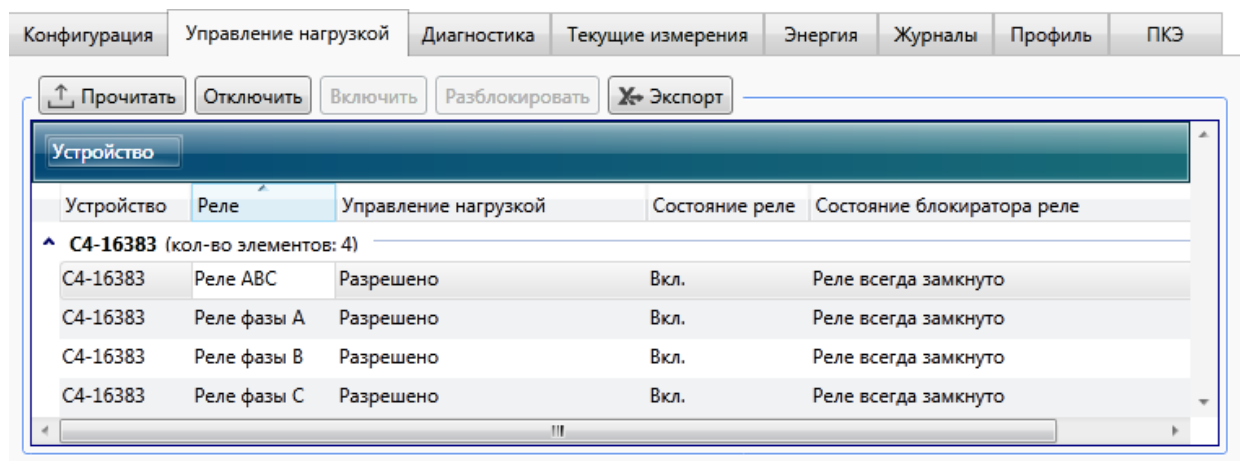

Рисунок 9.61 – Реле заблокировано в замкнутом состоянии
- реле всегда замкнуто, в случае если реле было замкнуто (рисунок 9.61).